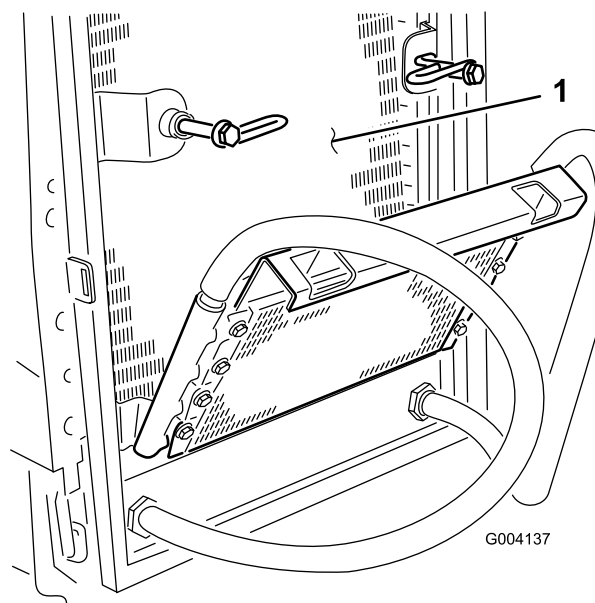

Figura 50
8. Dopo l'accurata pulizia di radiatore e radiatori dell'olio, eliminate ogni detrito che possa essersi accumulato in altre parti della macchina (Figura 50) utilizzando l'aria compressa.